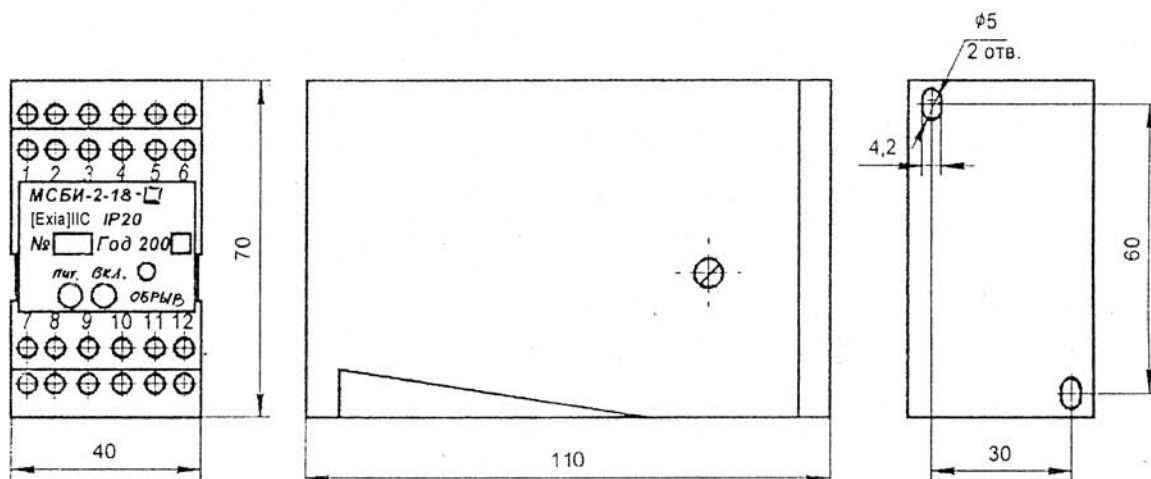
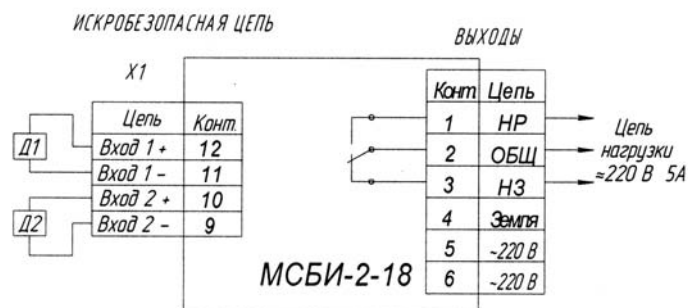

Рис. 1
Рис. 3
Габаритные и установочные размеры модулей приведены на рис. 1, 2. Схемы электрических соединений приведены на рис. 3, 4, 5.
1. Алгоритм «ИЛИ» рис. 3.
2. Алгоритм «И» рис. 3.
3. Алгоритм «Контроль уровня в емкости» рис. 3.